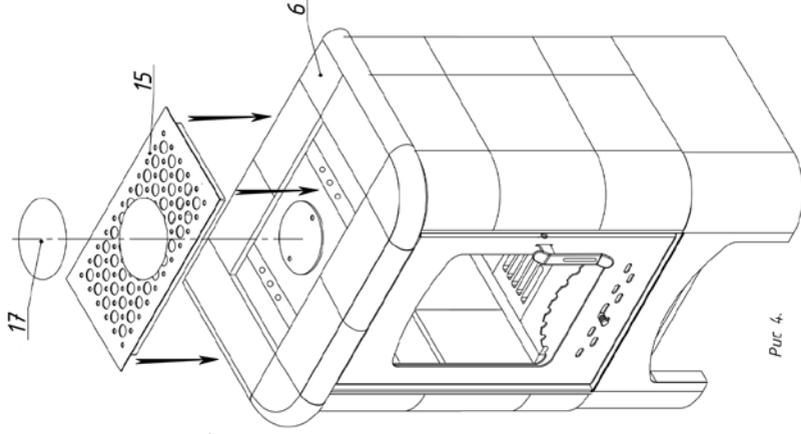

Рис. 4.
4. Декоративная крышка 15 и заглушка крышки 17 устанавливаются на верхнюю панель 6 (Рис. 4)